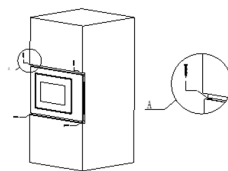

Fig.4
4. Utilitzi els cargols de l'embalatge de les peces per a fixar el forn microones en l'armari. (Fig. 4)